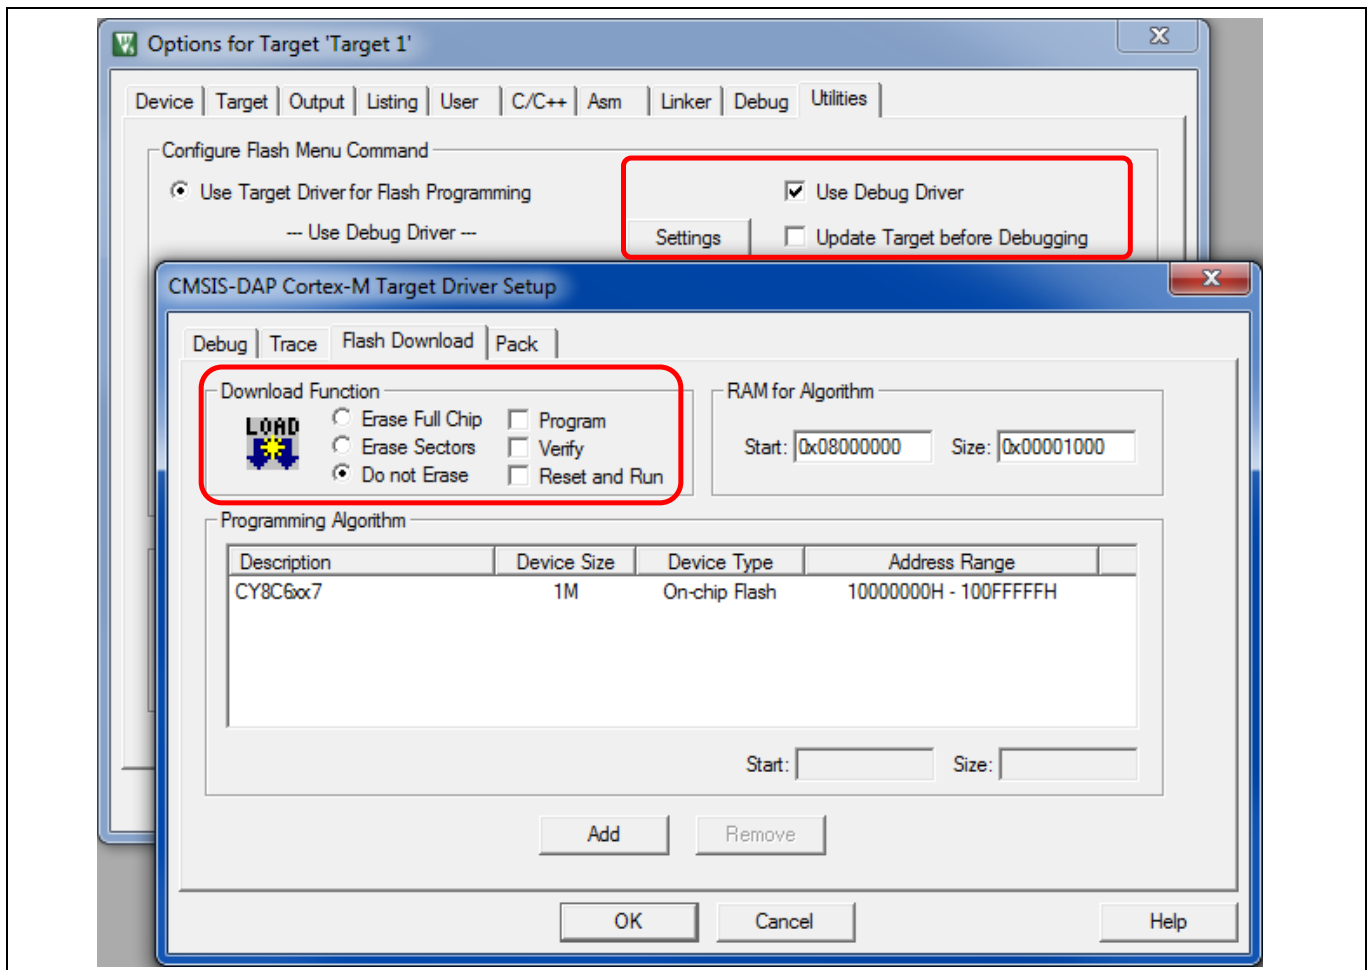

Figure 28 プロジェクトユーティリティオプション
**Utilities** タブで、Use Debug Driver がチェックされていることを確認し、**Update Target before Debugging** のチェックを外してください。Figure 28 に示すように、**Settings** をクリックし、**Download Function** ボックスのチェックをすべて外してください。**Do not Erase** をクリックしてください。**OK** をクリックして **Options** ダイアログに戻ってください。警告 “Nothing to do ...” が表示されます。**OK** をクリックしてください。アプリケーションは CM4 プロジェクトによってロードされます。**OK** をクリックしてオプション設定を保存して閉じてください。